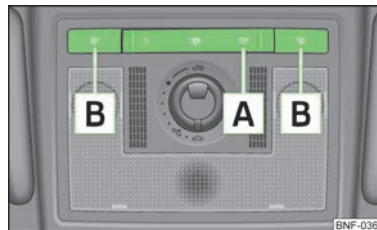

Bild 27
- Tryck brytaren **A** » bild 27 till läge .
- Tryck brytaren **A** » bild 27 till läge **O**.
- Tryck brytaren **A** » bild 27 till det mellersta (vågräta) läget .
- Tryck in omkopplaren **B** » bild 27 för att slå till/från läslamporna.